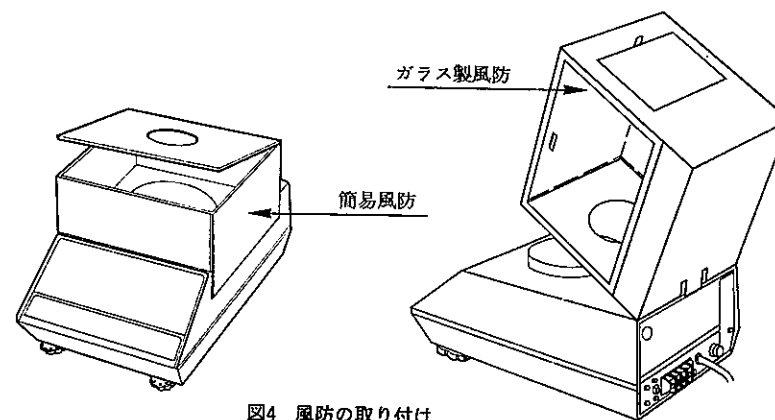

図4 風防の取り付け
- ※注) ガラス風防(OP-04)を使用する場合は風防をセットしてから, 皿受けおよび計量皿をのせてください。(図4参照)
- (4) 電源スイッチをOFFにして電源プラグをAC100V(50/60Hz)に接続してください。天びんは電源投入され, パワーランプが点灯します。このとき表示は点灯しません。電源投入後はいつでも使用できますが, より安定した計量結果を得るために, このまま20分以上のウォーム・アップ時間を取ることをお勧めします。
\*注) EX-300A, EY-320Aの小レンジでは1mgの高感度ですから風(空気の流れ)の影響を敏感に感じとります。1mgまで安定した値を読みとる場合は、簡易風防(OP-02)、ガラス製風防(OP-04)の使用をお勧めします。(図4参照)